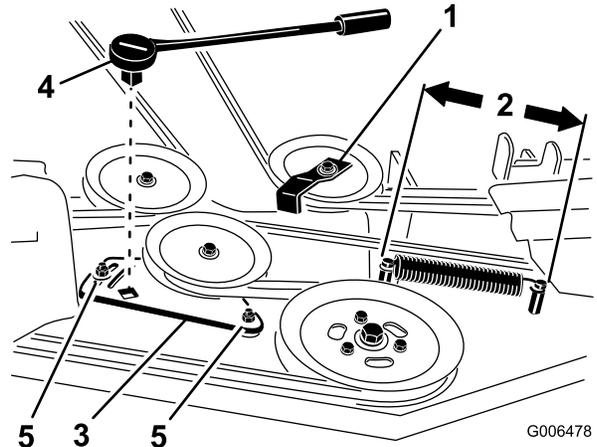

Figura 84
6. Per tosaerba da 183 cm, allentate i bulloni che fissano la piastra intermedia (Figura 84).
8. Togliete il guidacinghia sulla puleggia tendicinghia a molla mostrata in Figura 82 e Figura 84.
11. Installate il guidacinghia sulla puleggia tendicinghia a molla a 45 gradi come mostrato in Figura 82 e Figura 84. Serrate il bullone a un valore compreso tra 37 e 45 N·m.
12. Installate la molla di rinvio sui 2 montanti (Figura 82 e Figura 84).
4. Misurate la lunghezza della molla (Figura 84). Se la lunghezza della molla è compresa tra 25,4 e 26 cm (da 10" a 10¼"), da montante a montante, non sono necessarie regolazioni.
5. Allentate i bulloni che fissano la piastra intermedia (Figura 84).
6. Inserite un cricchetto o una barra idonea nel foro quadrato della piastra intermedia per regolare la tensione (Figura 84).
7. Ruotate il cricchetto o la barra idonea per spostare la piastra intermedia in modo che la molla di rinvio sia compresa tra 25,4 e 26 cm (da 10" a 10¼") da un montante all'altro come mostrato in Figura 84.
8. Mantenendo la tensione della cinghia e la lunghezza della molla, serrate i bulloni che fissano la piastra intermedia (Figura 84).